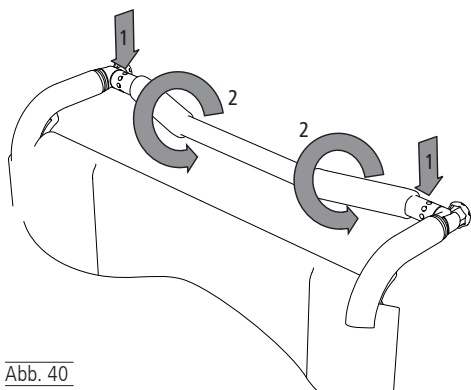

Abb. 40
1. Lösen Sie hierfür die beiden Innensechskantschrauben (links/rechts) (1, Abb. 40) und drehen Sie diese vollständig heraus.
2. Bringen Sie dann die Schiebestange in eine für Sie angenehme Position (2, Abb. 40). Ziehen Sie anschließend die Verschraubungen wieder fest an.